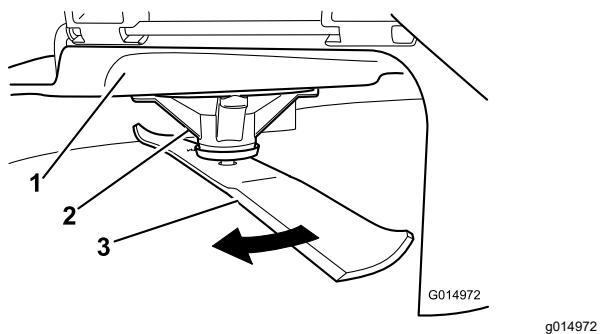

Figure 85
2. Enfilez des gants épais ou utilisez une autre protection adéquate pour les mains, et faites tourner la lame lentement jusqu'à une position permettant de mesurer la distance entre le tranchant et la surface plane sur laquelle se trouve la machine (Figure 85).